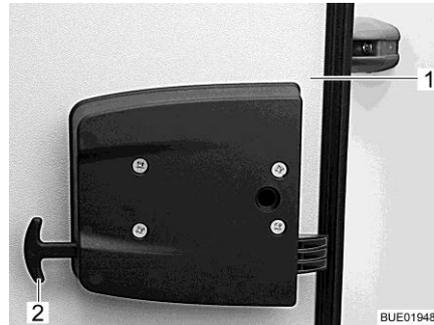

Fig. 38 Desbloqueo de emergencia de la trampilla del garaje
- Tirar ambos tiradores del desbloqueo de emergencia (Fig. 38,2).
- Empujar la trampilla del garaje (Fig. 38,1) hacia fuera.